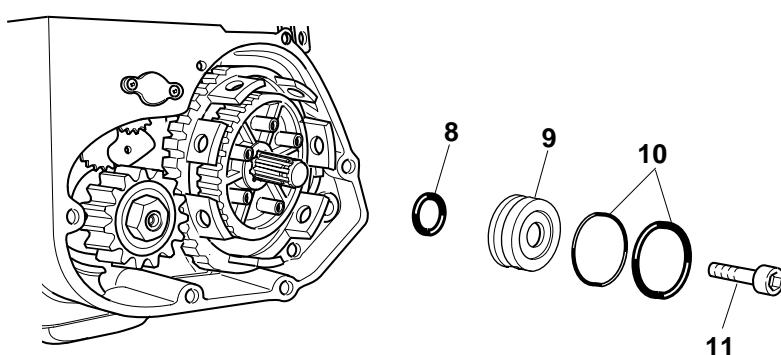

Fig. 41
5. Inserire l'anello di tenuta "8" (Fig.41) nella cava dell'albero primario del cambio.
6. Montare il pistone frizione "9" completo di O.R. "10" mediante il bullone forato "11" con una goccia di **Loctite** (Fig.41).
5. To install the seal ring " 8" (Fig. 41) in quarry of primary gear-shift.
6. To place the clutch piston "9" complete of O.Ring "10" by means of pierced bolt "11" with a drop of LOCTITE (Fig. 41).
5. Dichtungsring "8" (Abb.41) in den Nute der Hauptwelle einsetzen.
6. Kupplungskolben "9" mit O-Ringen "10" durch Lochmutterschraube "11" und einen Tropfen von Loctite (Abb.41) einbauen.
5. Insérer la bague d'étanchéité "8" (fig.41) dans la rainure de l'arbre primaire.
6. Monter le piston embrayage "9" avec bagues O.R. "10" au moyen du boulon percé "11" et avec une goutte de Loctite (fig.41).